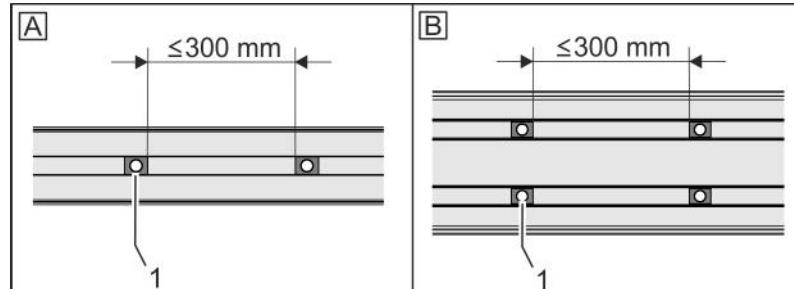

Fig. 16: Posicionar las chavetas
- 2. Si la unidad lineal va a trabajar bajo la carga máxima, asegúrese de que la distancia entre las chavetas (Fig. 16/1) no supere los 300 mm.